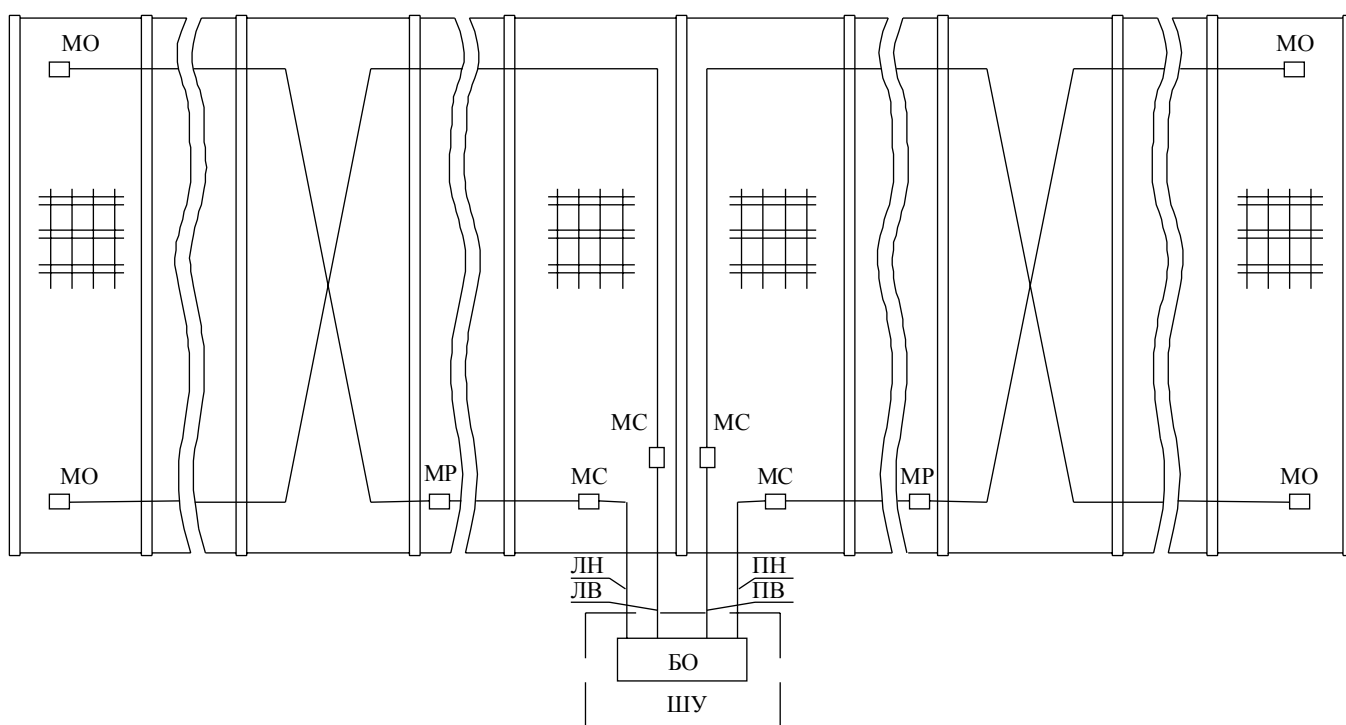

Рисунок 5.11
5.3.1. Схема установки ЧЭ на СЗ представлена на рис.5.11.
5.3.2.3. Подключение отрезков ЧЭ к выводам жгута соединительного Ш1ППВ6.04.000-01 производить согласно схемы установки ЧЭ, представленной на рис.5.11 (в соответствии с маркировкой на выводах жгута соединительного "ЛН", "ЛВ", "ПВ", "ПН").